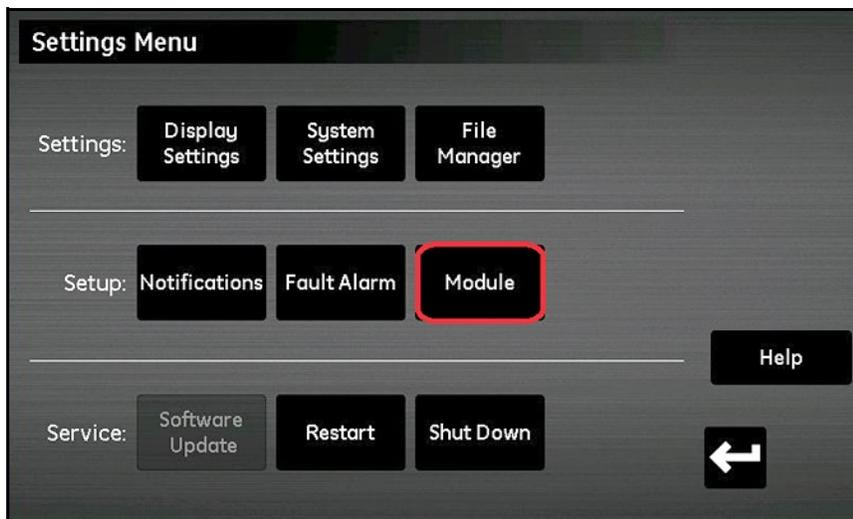

Рис. 94: Обновление модуля
4. В разделе **Setup** (Настройка) выберите **Module** (Модуль) (см. *Рис. 94* ниже).